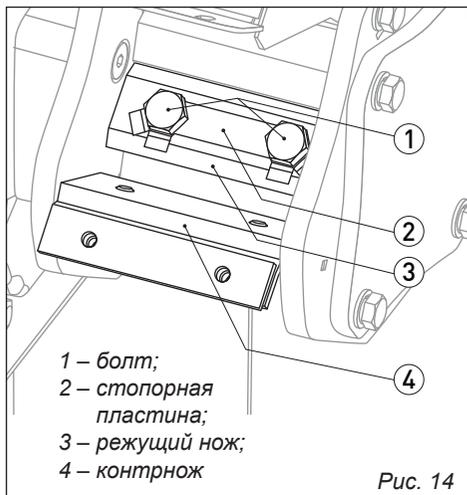

Рис. 14
Переустановка, замена режущих ножей (рис. 14, 15)
10.6. Регулировка контрножа (рис. 14, 15)